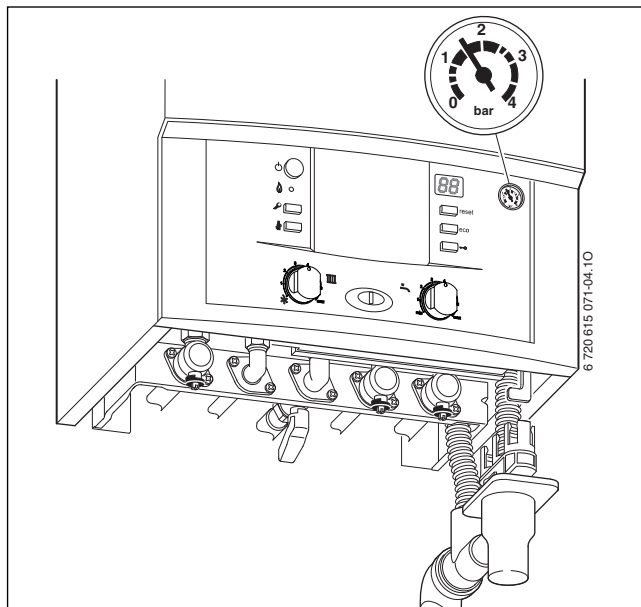

Fig. 5 Vista caldaia con piastra rubinetteria, accessorio DOS GA 5/12
- ▶ Ad impianto freddo la lancetta del manometro deve trovarsi fra 1 e 2 bar (→ fig. 5).
- ▶ Se la lancetta si trova al di sotto di 1 bar, procedere al riempimento agendo tramite il rubinetto di riempimento (19) fino a quando la lancetta indicherà una pressione compresa tra 1 e 2 bar.
- ▶ Con l'impianto alla temperatura massima di mandata, la **pressione** non dovrà mai superare i 3 bar; qualora ciò avvenisse la valvola di sicurezza scaricherebbe acqua dal tubo (20).